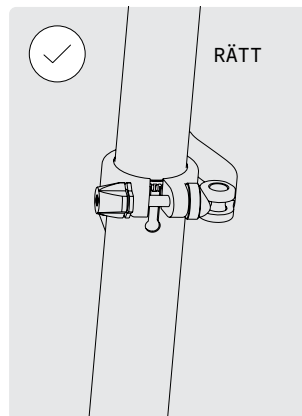

BILD 33
- Se till att sadelstolpen inte dras ut ur sadelröret förbi MIN /MAX-markeringen (Bild 33, 34).